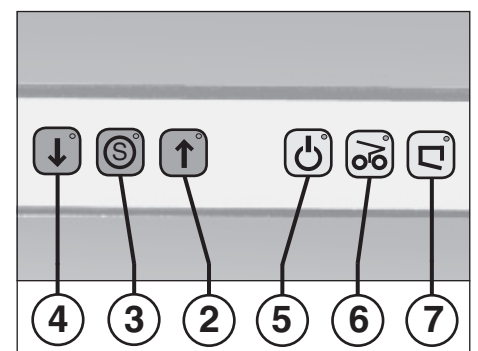

Fig. 2
2. Accionar la tecla “Avance” (2) (Fig. 2). El mecanismo de corte funciona.
2 = Tecla "Avance" (Fig. 2)
3 = Tecla de parada "S" (Fig. 2)
4 = Tecla "Retroceso" (Fig. 2)
5 = Indicación de control (Fig. 2)